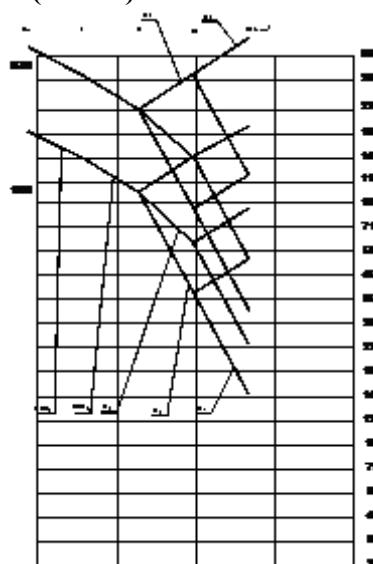

Рис. 1 График частот вращения
**11.Определите диапазон регулирования привода (Рис. 1).**
**12.Определите диапазон регулирования электродвигателя (Рис. 1).**
**16.Запишите формулу для определения передаточного отношения передачи  $u_3$ , используя формулу  $U = \varphi^k$ , где  $\varphi = 1,26$ ;  $k$  – число интервалов, которые пересекает изображение передачи на графике (Рис. 1).**